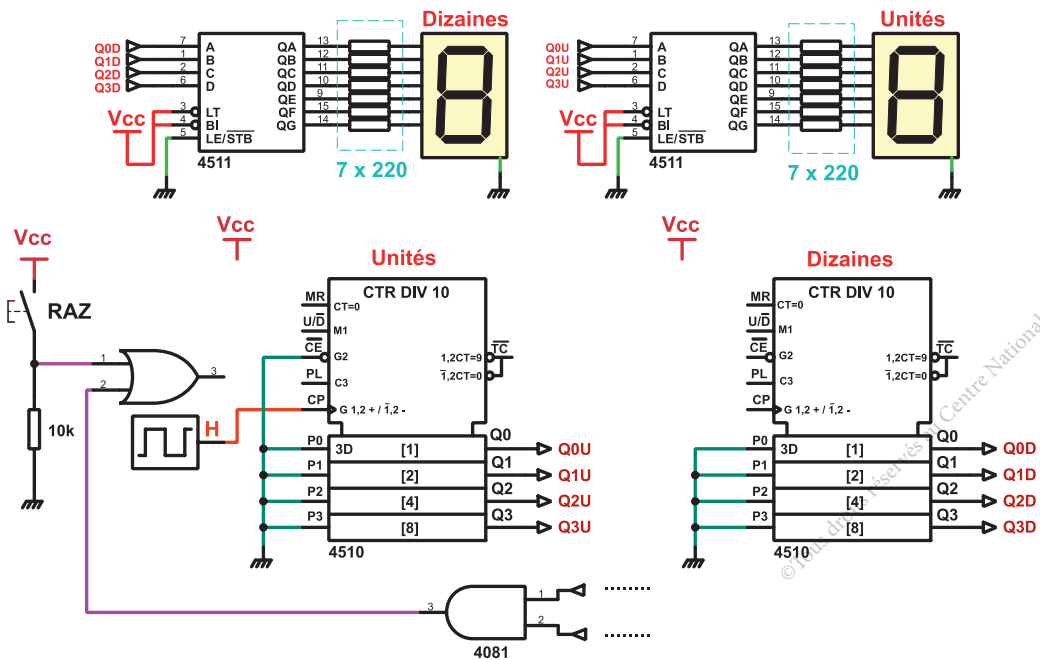

Figure 6
3.2. Compléter le montage de la figure 6 par les liaisons nécessaires afin de concevoir un compteur qui compte 24 Km. Prévoir une mise en cascade asynchrone et un bouton RAZ.